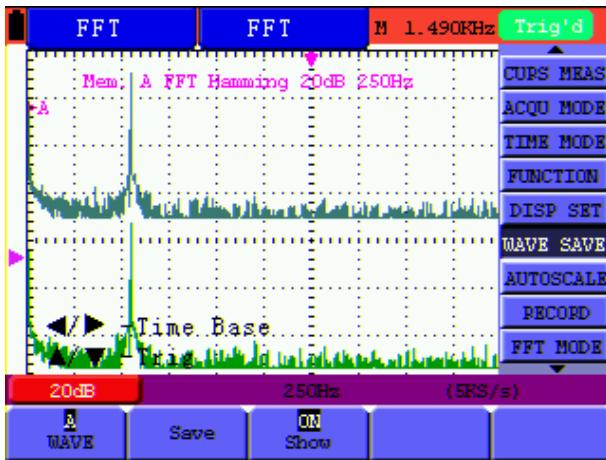

Рисунок 53. Сохранение осцилограммы в режиме БПФ
- Нажмите кнопку **F3**, чтобы включить отображение осцилограммы, сохраненной по указанному адресу, на дисплее. Осцилограмма, сохраненная по адресу A, будет показана на дисплее зеленым цветом, а ее нулевой уровень, значения напряжения и времени – лиловым цветом (см. рисунок 53).